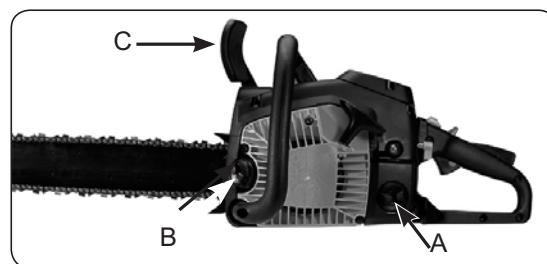

Fig. 6
1. Faites le plein du réservoir de carburant (A) avec le juste mélange carburant (*Fig. 6*).
2. Faites le plein du réservoir d'huile (B) avec le juste lubrifiant pour la chaîne et le guide-chaîne (*Fig. 6*).
3. Assurez-vous que le frein de chaîne (C) soit libéré avant de démarrer la tronçonneuse (*Fig. 6*).